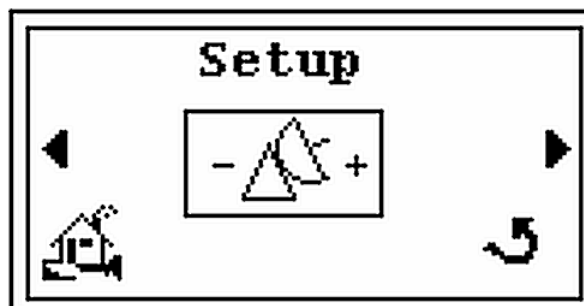

図 2-28 Setup 画面
3.  を押すと *Setup* 画面が表示されます (図 2-28)。